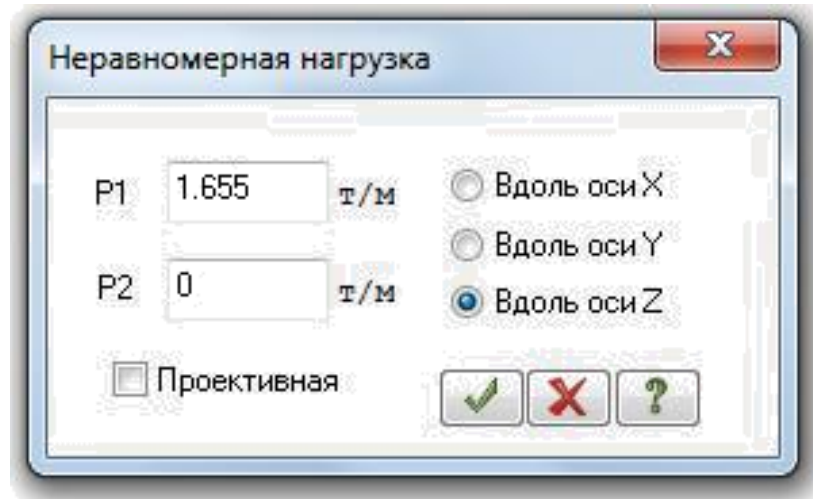

Рис. 2.31. Задание неравномерно распределенной нагрузки
- В диалоговом окне Неравномерная нагрузка задайте следующие параметры $P1=1.655\text{т/м}$, $P2=0$. Далее нажмите кнопку Применить (рис. 2.31)